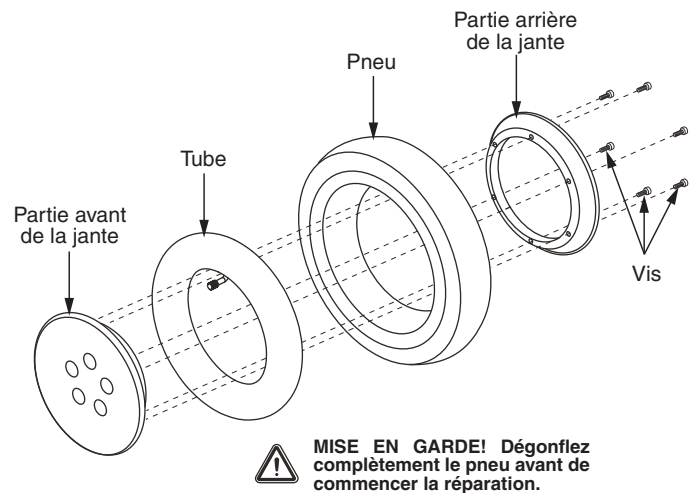

Figure 16. Roue motrice démontée Quantum 4Front
6. Retirez les vis qui retiennent les deux parties de la jante ensemble. **Voir la figure 16.**
10. Réinstallez les cinq (5) écrous de roue sur le moyeu et resserrez.